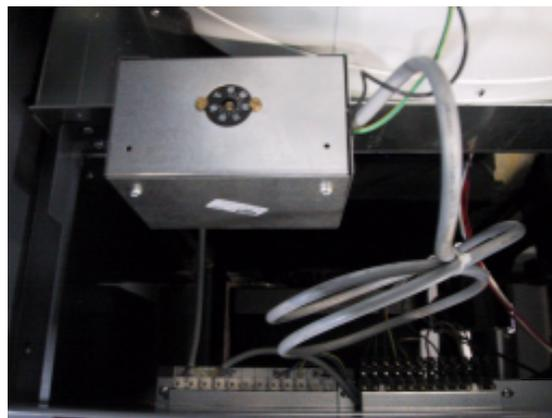

Fig.2
5. Na parte frontal da envolvente do acumulador encontra-se uma caixa eléctrica para a gestão da produção de água quente sanitária. Esticar o cabo que sai desta caixa (Ver fig. 2);
7. E ligar a ficha proveniente do acumulador. (1)